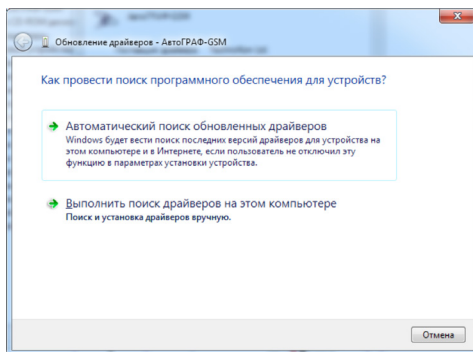

Рис.2.
**3.** Запустите Мастер обновления драйверов для устройства AutoGRAPH, выберите пункт «Выполнить поиск драйверов вручную» (Рис.2).